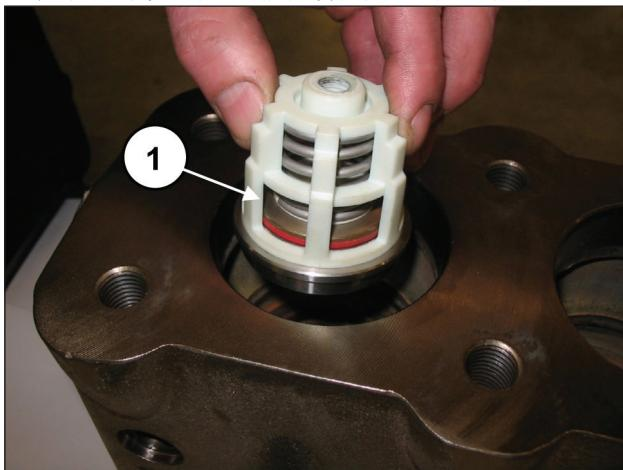
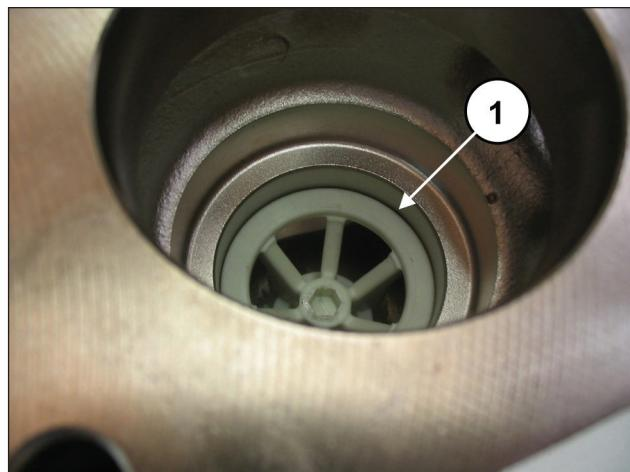

图104
图105
插入吸入阀组（部件号①，图104）接着拆除定距块（部件号①，图105）。
整个阀组必须完全插入到底，并应如①，图105所示。